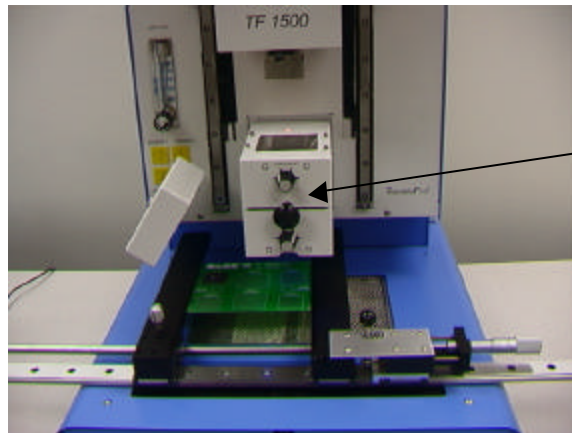

Figura 11
- vii. Extraiga la cámara. Asegúrese de que ha llegado al tope. (Figura 11)